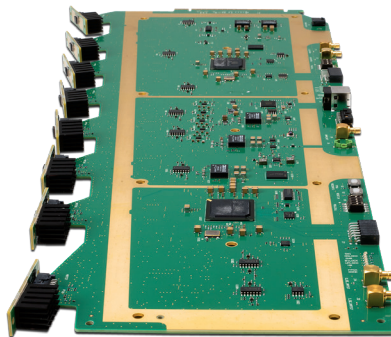

Abbildung 5b: Eine Platine mit 8 HF-Frontends
- acht HF-Frontends auf einer Platine (Abbildung 5b)